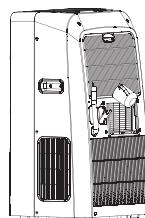

Рис. 11
- Перед началом чистки и технического обслуживания кондиционера отсоедините его от сети электропитания (см. рис. 11).